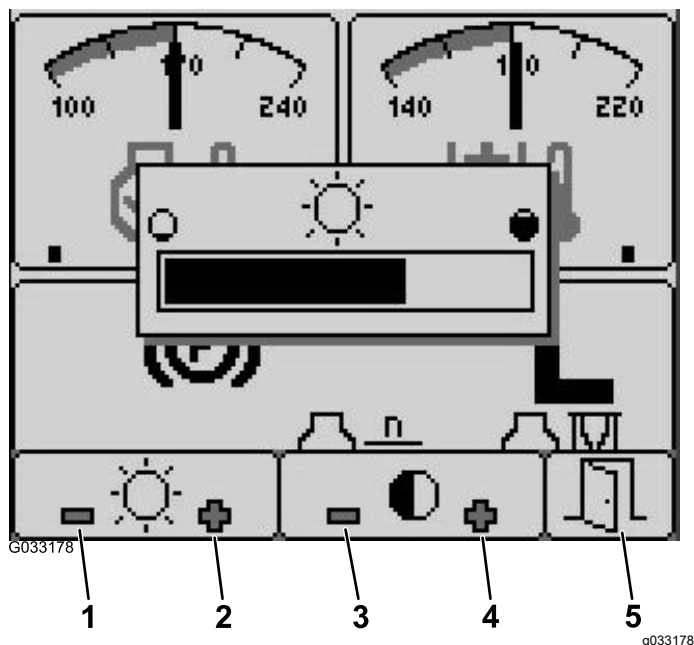

Figura 19
8. Uscite dal menu selezionando il pulsante EXIT (Esci) (porta) (Figura 18 o Figura 19).
1. Dalla schermata di avvio, premete il pulsante 5 per accedere alla barra del menu pop-up di luminosità/contrasto (Figura 19).
2. Premete il pulsante 1 per diminuire la luminosità, il pulsante 2 per aumentare la luminosità, il pulsante 3 per diminuire il contrasto e il pulsante 4 per aumentare il contrasto (Figura 19).
3. Una volta impostata la luminosità/contrasto, premete il pulsante 5 per uscire (Figura 19).